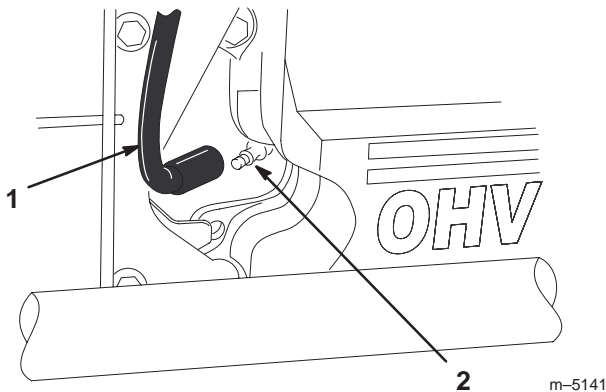

Figure 33
2. Débranchez les fils des bougies (Fig. 33). Nettoyez la surface autour des bougies pour éviter que des impuretés n'endommagent le moteur en tombant à l'intérieur.
3. Connectez les fils aux bougies (Fig. 33).